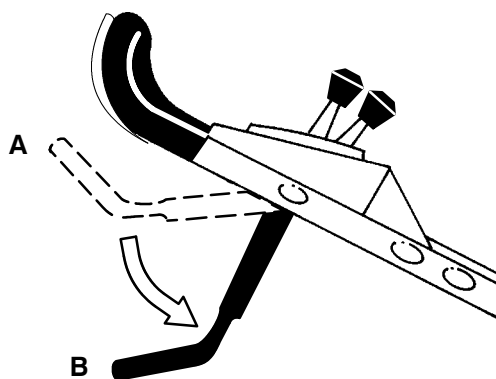

Figure 13
10. Lâcher la barre de commande (position B, Fig. 13). On doit entendre un claquement, et la lame doit s'arrêter dans les trois secondes.
2. Abaisser la barre de commande dans la position la plus basse (position B, Fig. 13).